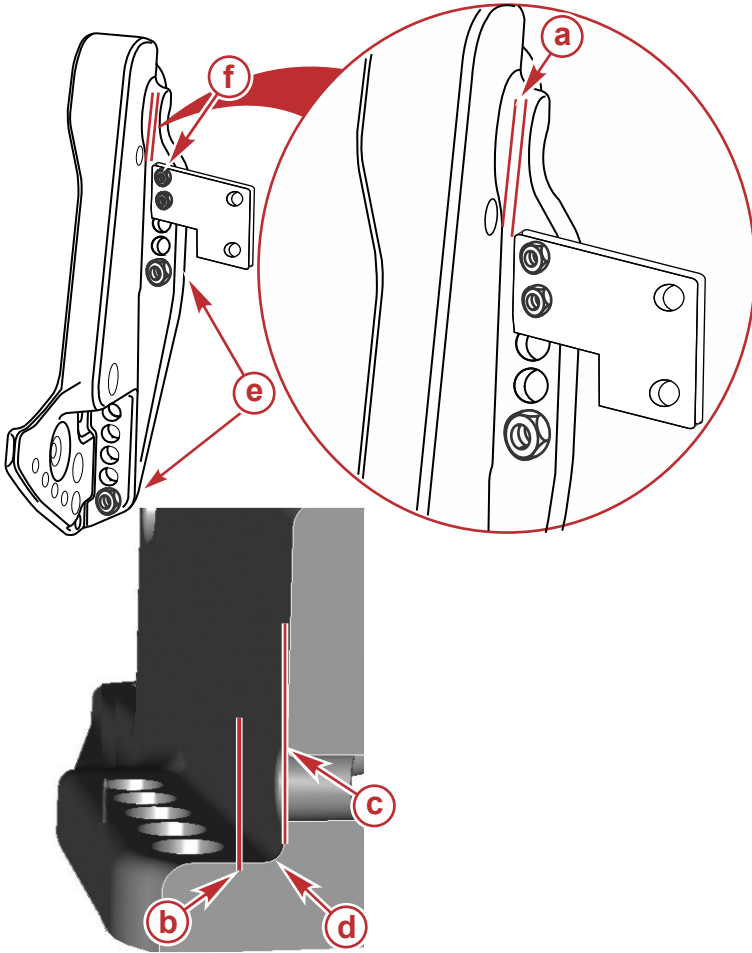

図1
エンジンの取り付け手順に従ってエンジンをトランサムまたはジャックプレートに取り付けたら、トランサムクランプブラケットの未使用のボルト穴を使ってポートに付属品を取り付けることができます(図1参照)。次のリストは、付属品をトランサムクランプブラケットに取り付けるためのガイドラインです。
- 付属品の取り付けの際には、付属品取り付けプレートがトランサムクランプブラケットの丸みを帯びた部分にぶつからないように取り付けてください。図1を参照してください。